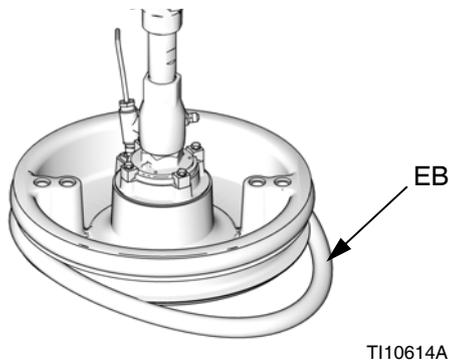

FIG. 16
1. Con una herramienta de madera o plástico para evitar dañar el rascador (EB), limpie todo el material de las ranuras de la junta
2. *Trabajando desde abajo*, incline un rascador (EB) sobre la parte trasera del plato. Vea la FIG. 16.
3. Inserte el rascador (EB) en la ranura superior y haga correr la parte delantera del rascador en la ranura.
4. *Solo rascador de 200 l (55 gal.):* Inserte el segundo rascador (EB) en la ranura inferior y haga correr la parte delantera del rascador en la ranura.